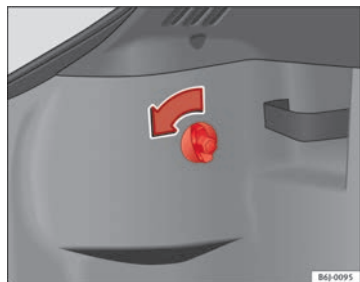

Fig. 161 Acesso aos farolins traseiros
- Rode o parafuso no sentido da seta com a mão ou com a ajuda de uma chave de parafusos ⇒ Fig. 161.
- Retire o conector do alojamento **(A)** ⇒ Fig. 161.